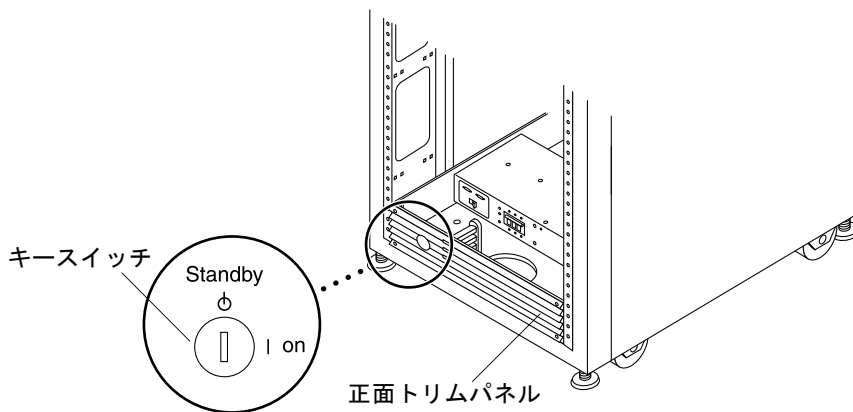

図 B-1 正面下側パネルのキースイッチの位置 (Standby 位置)
1. ベース拡張キャビネットと拡張キャビネットの正面下側パネルのキースイッチが「Standby」位置になっていることを確認します (図 B-1)。